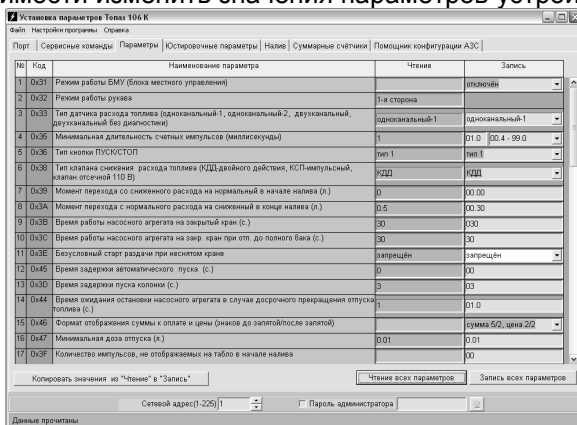

Рисунок 3
7.2.3 На вкладке "Параметры" (рисунок 3) можно просмотреть и при необходимости изменить значения параметров устройства.